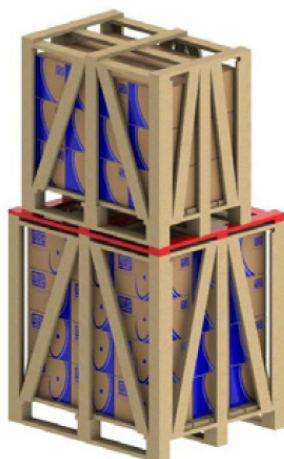

Figura 5.5: Utilización de varas adicionales para apilamiento
- 4) Para el apilamiento de un volumen menor sobre un volumen mayor, agregue varas transversales entre los mismos cuando el mayor no ofrezca resistencia al peso del menor (ver Figura 5.5 de la página 112). Esta situación normalmente ocurre con los volúmenes de los motores de carcasa por encima de la IEC 225S/M (NEMA 364/5T).